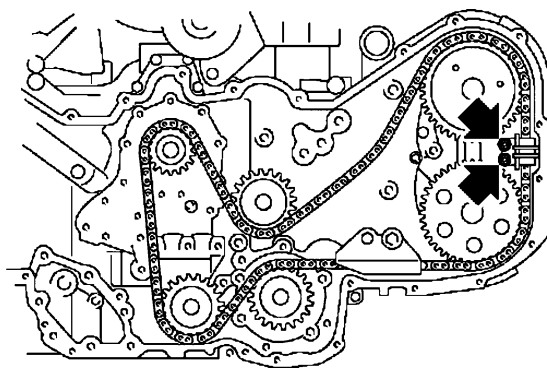

图 27-7 拆卸正时链条导轨
10) 如图 27-7 所示, 拆卸正时链条导轨 (左: 在两个凸轮之间)。